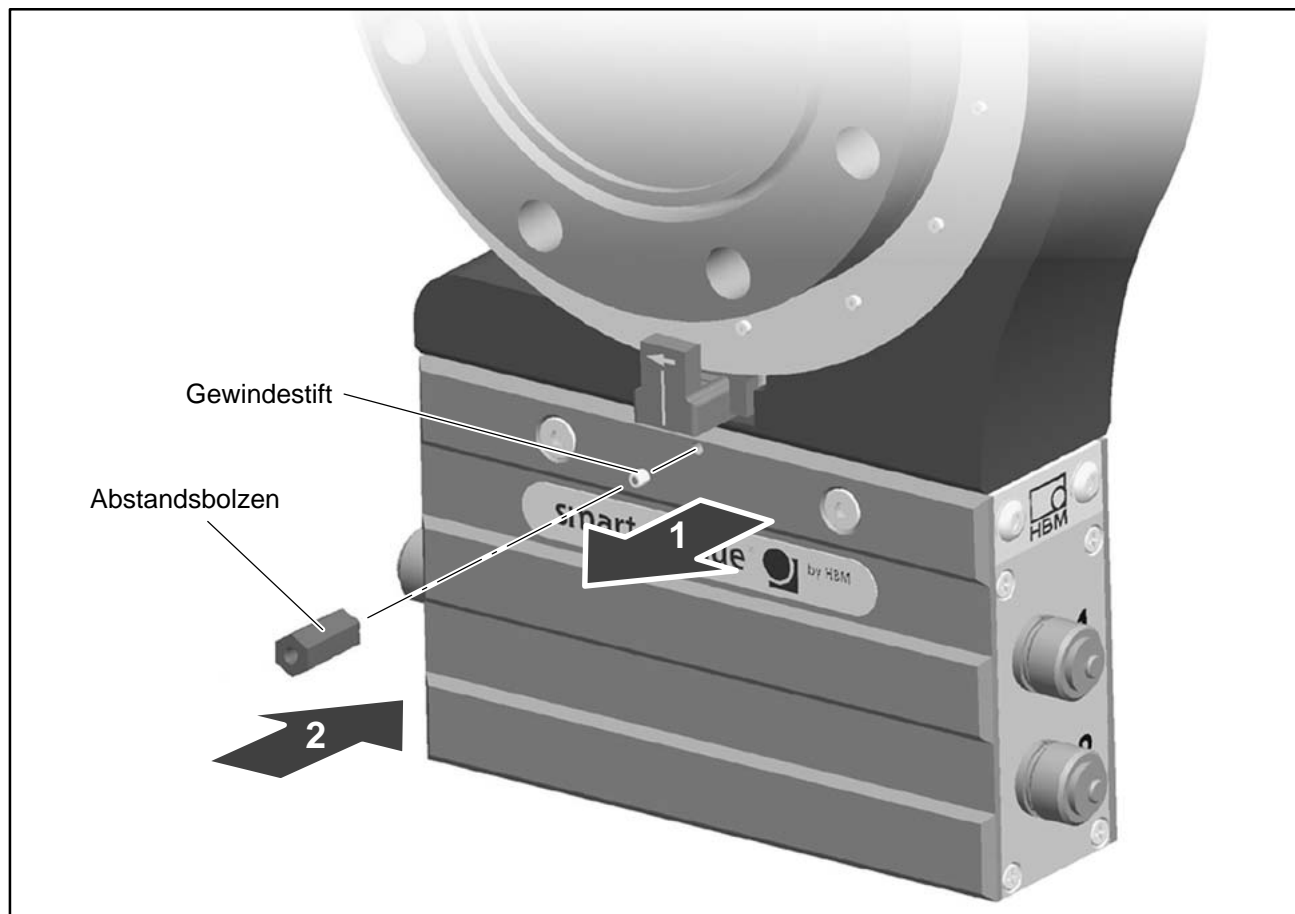

Abb.6.6: Abstandsbolzen montieren (nur bei 5 kN·m und 10 kN·m)
3. **Nur bei Messbereichen 5 kN·m und 10 kN·m:** Entfernen Sie auf beiden Seiten des Stators die Gewindestifte aus den Gewindebohrungen. Schrauben Sie den Abstandsbolzen in die Gewindebohrung auf der Seite des Drehzahlsensors ein (siehe Abb.6.6).